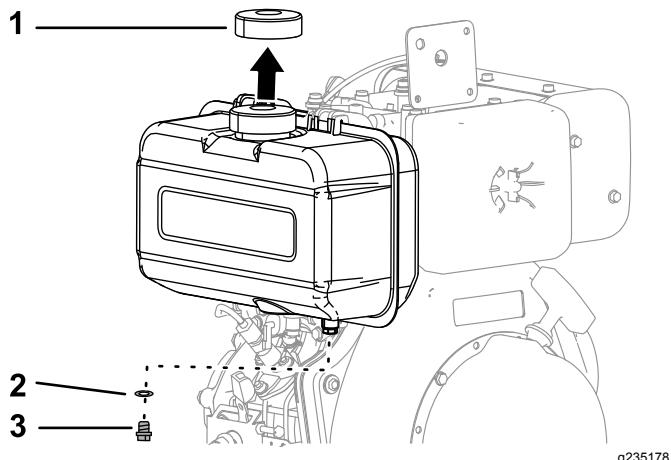

Figura 25
3. Retire el tapón del depósito de combustible (Figura 25).
4. Retire el tapón de vaciado y la junta para vaciar el combustible (Figura 25).
10. Instale el tapón de vaciado con una junta nueva (Figura 25).